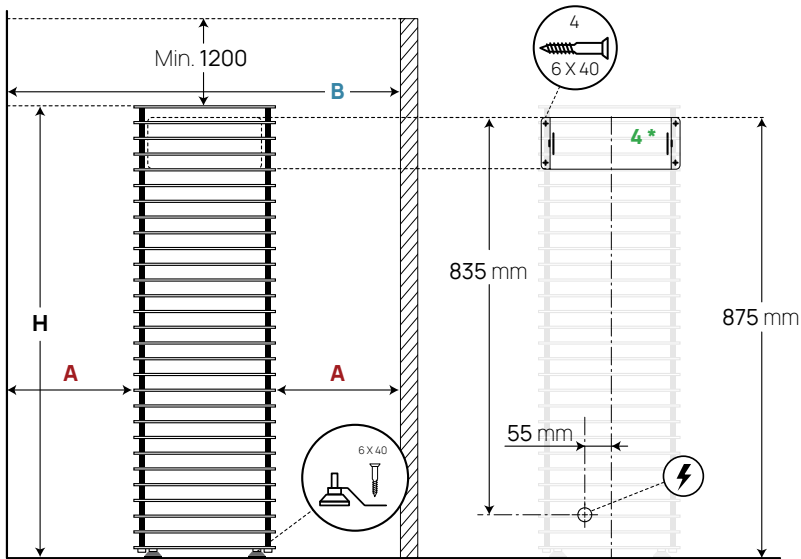

Abbildung 1. Einbauen des Saunaofens
- Überprüfen Sie, ob an der Einbaustelle des Saunaofens die minimalen Sicherheitsabstände eingehalten worden sind? Die minimalen Sicherheitsabstände der Decke der Schwitzstube und der Wände finden sie in der **Tabelle 1** und in der **Abbildung 1**.
- Die Modelle **HUUM CLIFF 6, 9 und 11** werden mit den mitgelieferten Halterungen am Boden befestigt. Montieren Sie die Halterung wie in der Abbildung 1 gezeigt am Fuß des Saunaofens und befestigen Sie sie es mit einer für Ihren Fußboden entsprechenden Schraube (zu empfehlen mindestens 6 x 40 mm).
- Der **HUUM CLIFF Mini 4** Saunaofen ist an die Wand des Saunaraumes mit Hilfe der in der Verpackung mitgelieferten Wandmontageplatte befestigt. Siehe **Abbildung 1**.